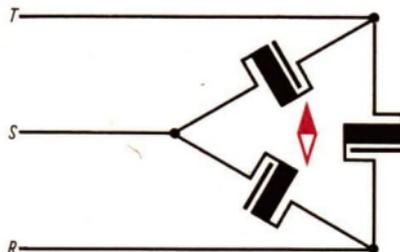

Bild 82/2 Erzeugung eines Drehfeldes mit einer Dreieckschaltung
Richtet man in einer Dreieckschaltung die drei Spulen räumlich so aus, daß die Längsachsen der Spulenkörper zur Mitte des Dreiecks zeigen, dann läßt sich auch mit dieser Schaltung ein Drehfeld erzeugen. Zur Verstärkung der einzelnen Magnetfelder werden in die Spulenkörper geblättrte Eisenkerne gesteckt (Bild 82/2).
**V** In der Versuchsanordnung nach Bild 82/1 wird die Magnetnadel durch einen drehbar gelagerten Metallzylinder ersetzt. Eine leere Konservendose ist für diesen Zweck recht gut geeignet. Nachdem der elektrische Strom eingeschaltet ist, beginnt sich der Zylinder zu drehen. Vertauschen Sie zwei Hauptleiter miteinander! Was beobachten Sie?